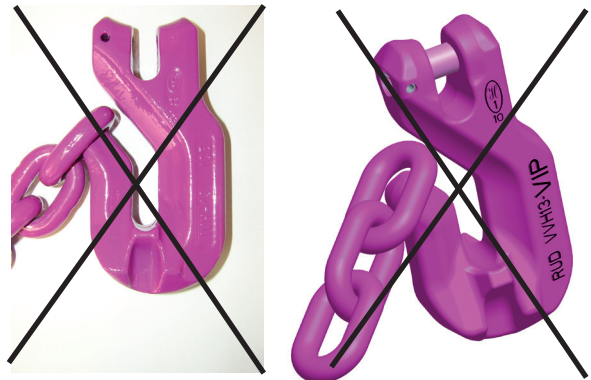

Abb. 9: Nicht gestattetes Einhängen in die Hakenspitze
- Die Belastung darf nicht auf der Hakenspitze erfolgen (Abb. 9).